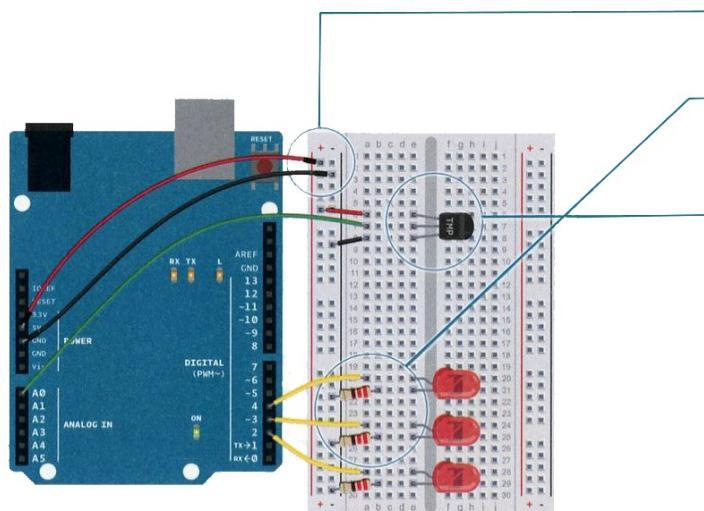

Figura 2
- 3 Colocar el sensor de temperatura TPM36 sobre la placa de pruebas con la parte curvada de su cuerpo mirando hacia el lado contrario de la placa Arduino (la colocación de los pins es importante) como se muestra en la figura 2. Conectar el pin de la izquierda de la cara plana del cuerpo a la alimentación, y el pin derecho a masa. Conectar el pin central al pin A0 de la placa Arduino. Este pin es la entrada analógica 0.